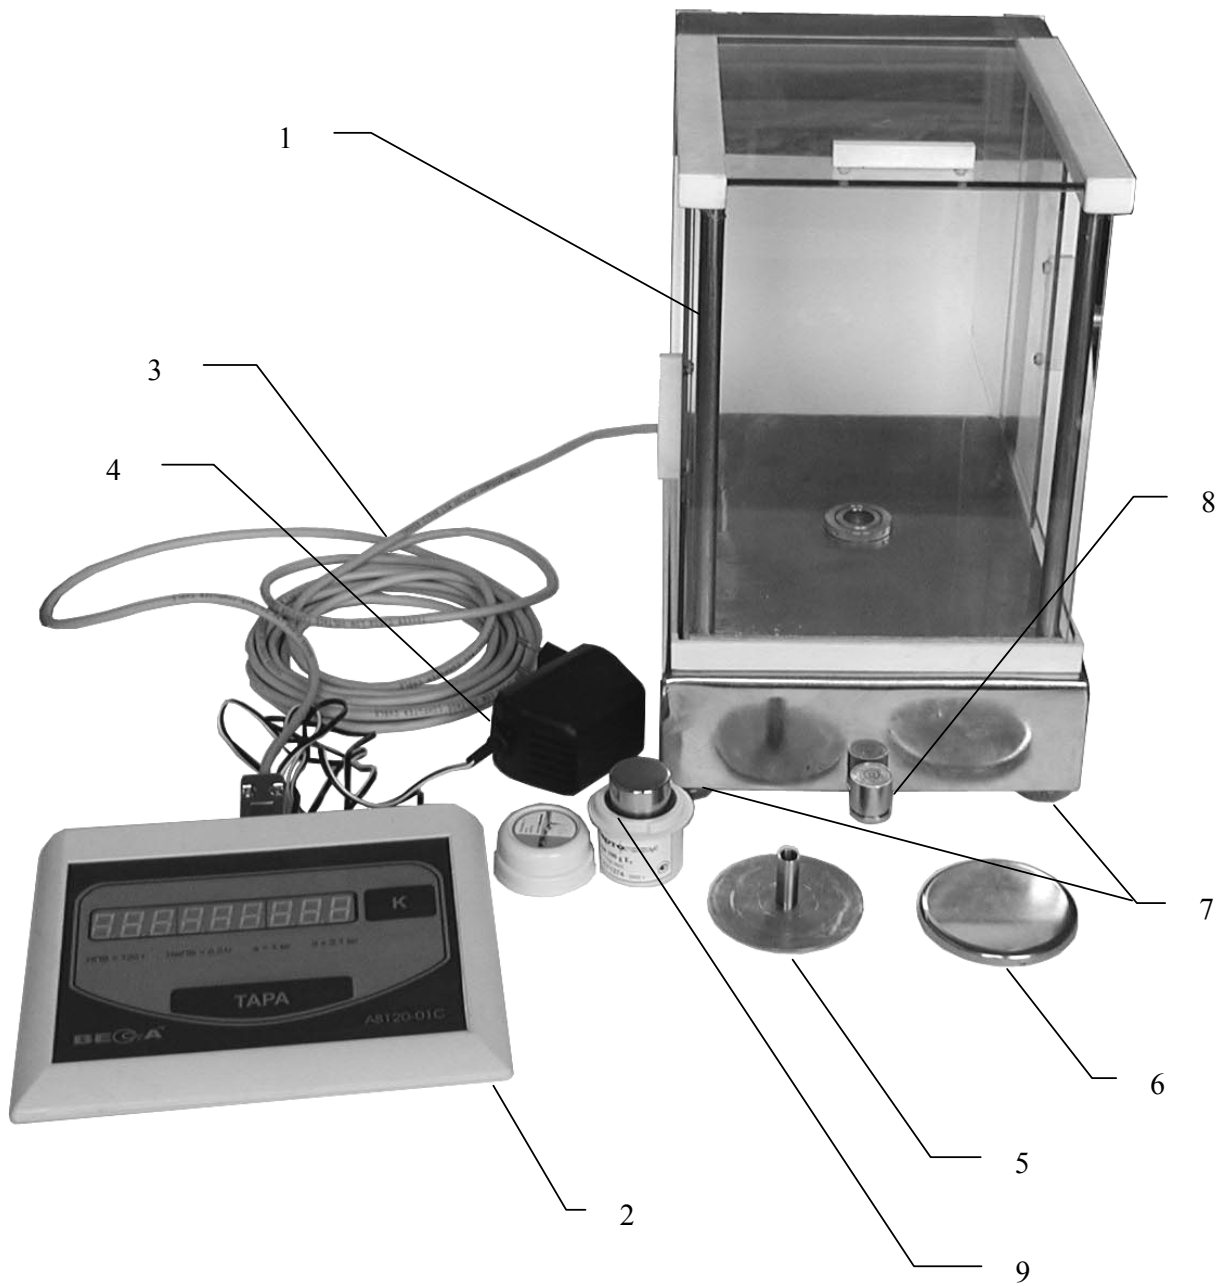

Рисунок 1
3.2.2.2 Соберите блок весовой (рис.1), для этого: